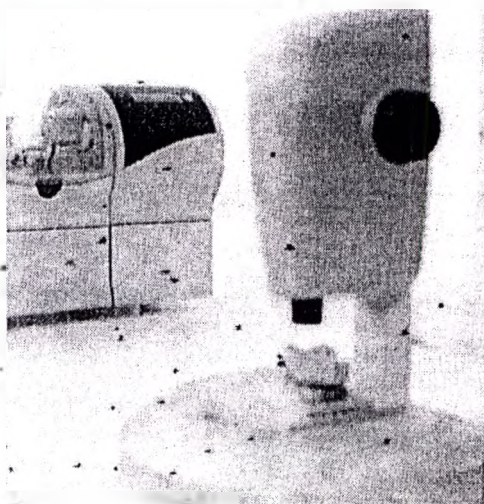

Рис. 9
2) Далее выполняется сканирование гипсовой модели и компьютерное моделирование будущего каркаса (рис. 9, 10)